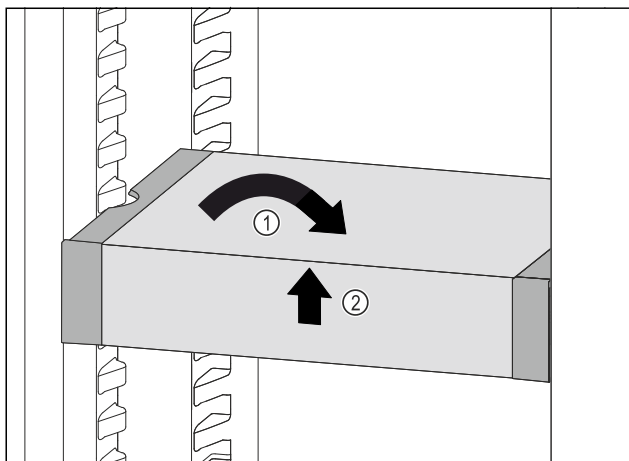

Fig. 162
- VarioSafe postavte rovně. Fig. 162 (1)
- VarioSafe vpředu zvedněte. Fig. 162 (2)